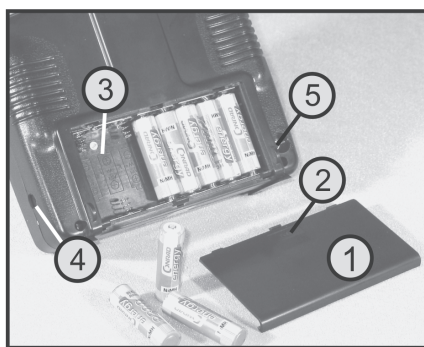

Figure 3
Sur la douille élève (voir fig. 3, pos. 5), vous pouvez brancher soit un câble prévu pour le moniteur/l'élève-pilote avec une fiche jack 3,5 mm soit un câble interface pour simulateur de vol.
L'émetteur est équipé d'une douille de charge (voir figure 3, pos. 4) pour charger les accus insérés.